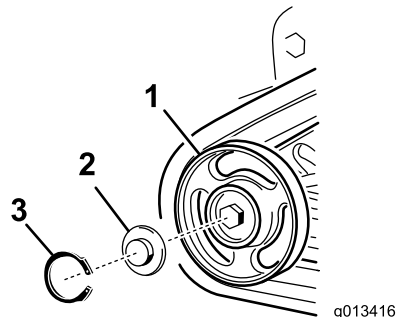

Figura 46
4. Îndepărtai inelul de fixare i capatul de la o roată de rulare (Figura 46).
5. Verificați lubrifierea de sub capac i din jurul garniturii (Figura 46). Dacă este murdar sau epuizat, curățați integral lubrifianțul, înlocuiți garnitura i adăugați lubrifianț nou.
7. Aezai capacul roii de rulare lubrifiat pe capul urubului (Figura 46).
8. Fixați capacul roii de rulare cu inelul de fixare (Figura 46).